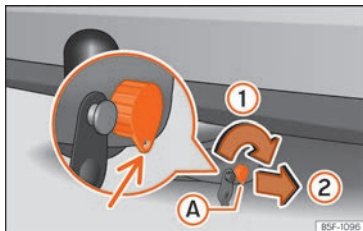
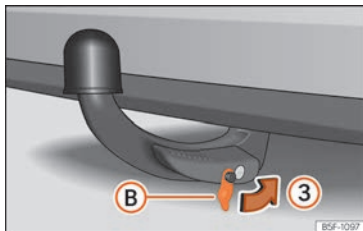

Abb. 296 Schloss sperren
Abb. 297 Abdeckkappe auf das Schloss setzen
- Drehen Sie den Schlüssel (A) in Pfeilrichtung ①, bis sich der gelochte Teil des Schlüssels unten befindet » Abb. 296.
- Ziehen Sie den Schlüssel in Pfeilrichtung ② ab.
- Setzen Sie die Abdeckung (B) in Pfeilrichtung ③ auf das Schloss » Abb. 297 » ①.